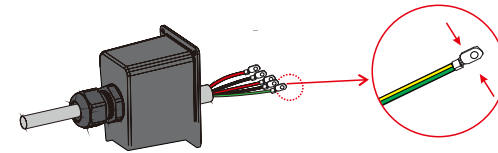

Abbildung 4.3-5 Installation der Wechselstromanschlussklemmen
Schritt 3. Bringen Sie die AC-Anschlussklemme am Kabel an, siehe Abbildung 4.3-5.